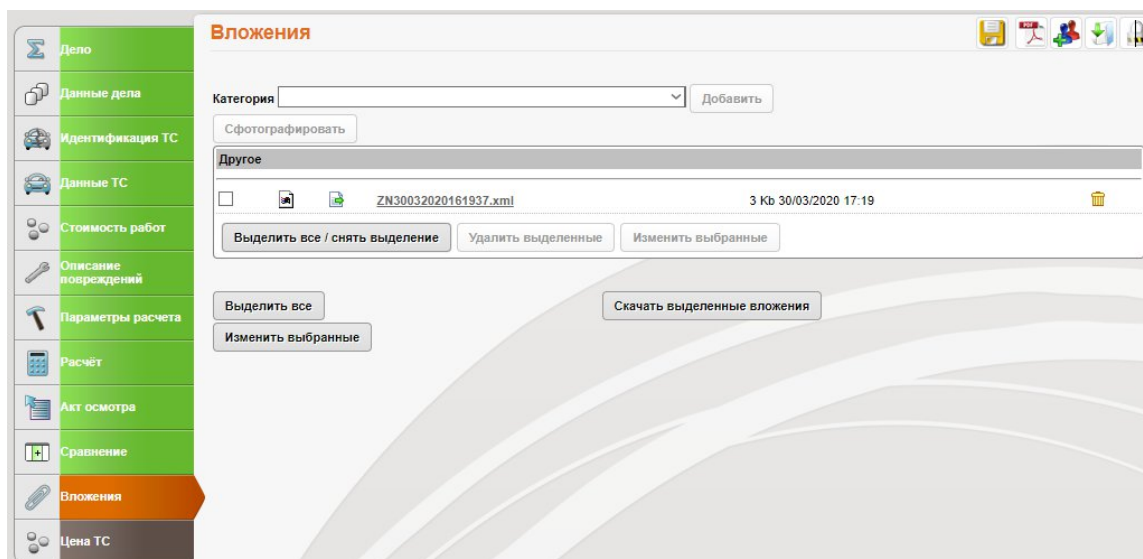

Рис. 25. Дело в Аудатэкс; к делу прикреплена выгрузка заказ-наряда в формате .xml
- **Выгрузить заказ-наряд** – из базы данных Альфа-Авто будет выгружен заказ-наряд в формате .xml; файл будет прикреплен к делу Аудатэкс на закладке "Вложения" (Рис. 25);